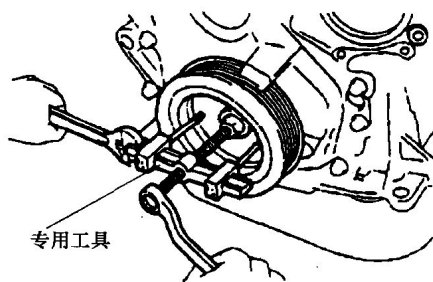

图 1-12 拆下传动带轮
② 使用专用工具, 拆下减振传动带轮, 如图 1-12 所示。